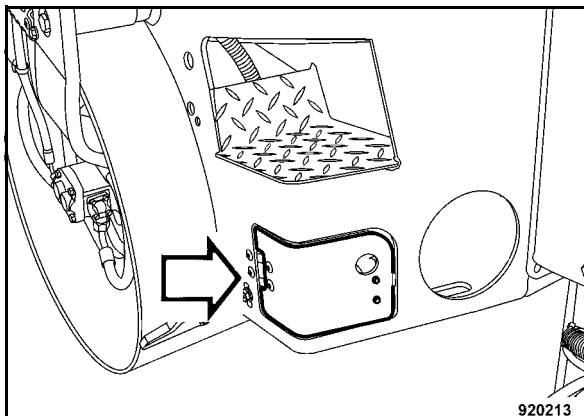

Fig. 153
- Abrir la tapadera (Fig. 153) situada en la derecha del bastidor trasero.